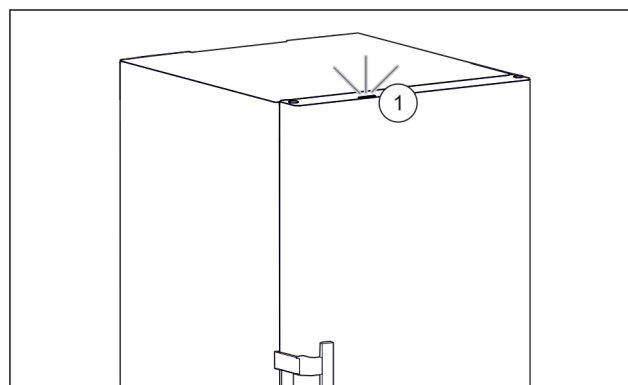

Fig. 56 Voyant d'état actif lorsque la porte est fermée
- ▶ Le voyant d'état Fig. 56 (1) est activé.